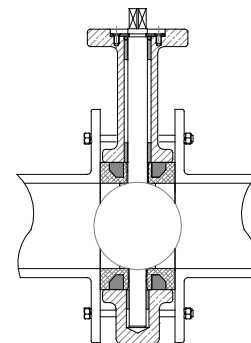

Fig. 3
- Åben og luk butterflyventilen forsigtigt for at kontrollere at klappen centerer og går fri af flangen. Med klappen i åben position krydspændes der med nøgle. (Fig. 3)